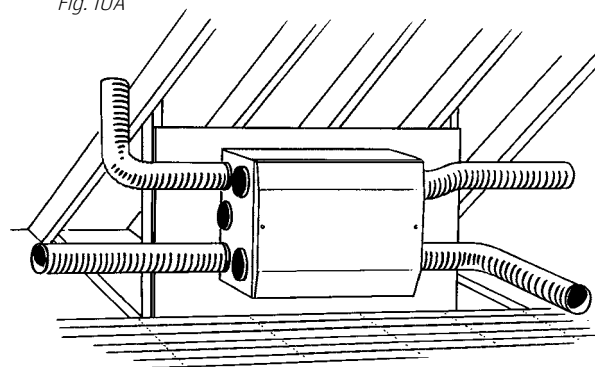

Fig. 10B
Ved veggmontering brukes de vedlagte veggbrakettene (Fig. 10B/10C) som er festet på aggregatet. Vegg må støyisolerers (Fig. 2/JKap. 2).
- Veggbrakett (Fig. 10B) skrus fast i vegg med de vedlagte skruene (Fig. 10D).
- Opphengsskinne (Fig. 10B) skrus fast i vegg med de vedlagte skruene (Fig. 10D).